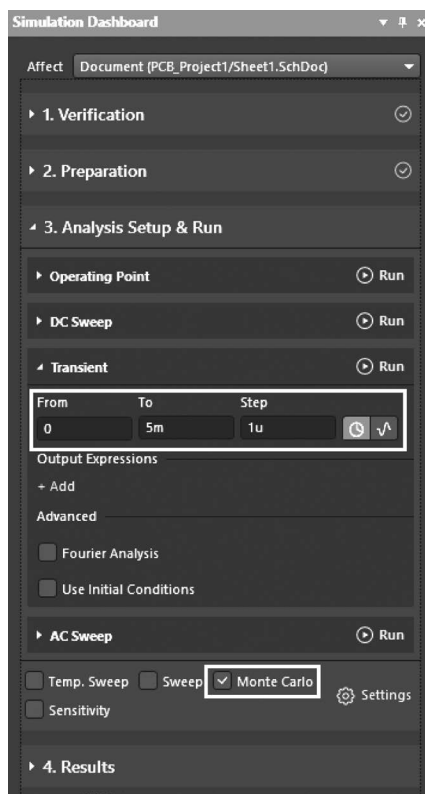

图 3-69 设置瞬态和蒙特卡洛分析参数
- (1) 在 AD 软件主界面菜单下选择 Simulate→Simulation Dashboard 命令。
- (2) 打开如图 3-69 所示的 Simulation Dashboard 界面,按下面参数设置：